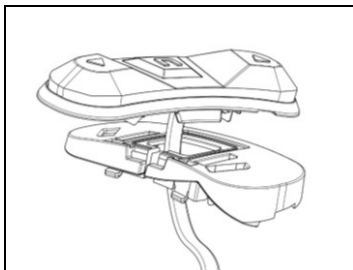

Abb. 18
- Bringen Sie am Kabel der Tastenvorrichtung die eigens für Ihren Helm vorgesehene Halterung an (Abb. 18).